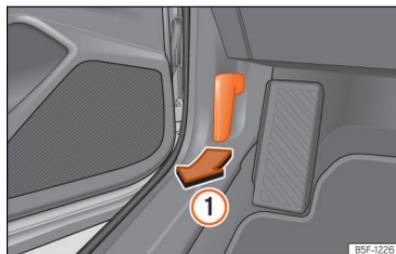

Fig. 207 Alavanca de desbloqueio no espaço para a zona dos pés do condutor.
- Abra a porta e puxe pelo manípulo que existe debaixo do painel de instrumentos >>> Fig. 207 ①.